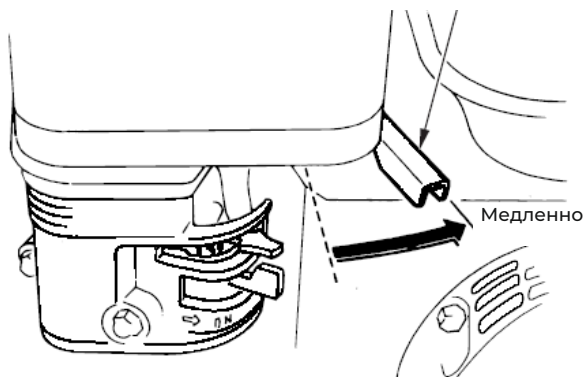

Рис. 18
1. Переведите рычаг дроссельной заслонки в положение медленно (рис. 18).